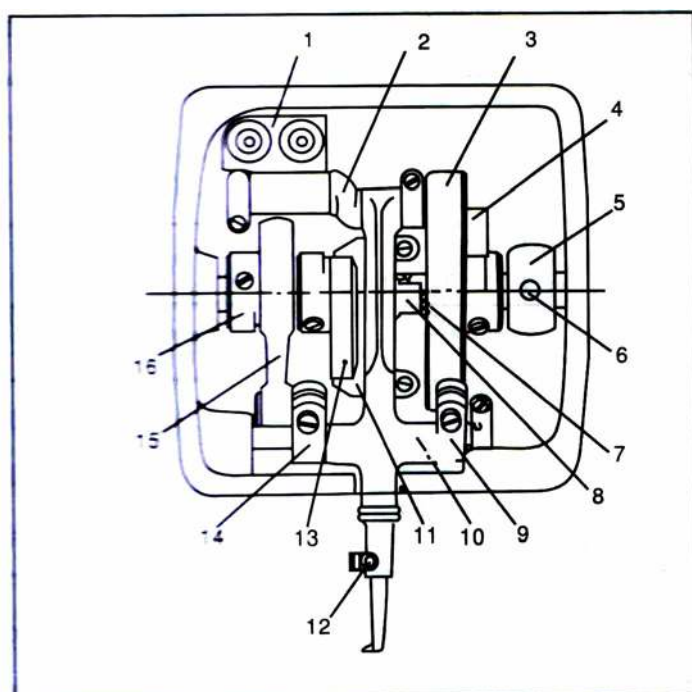
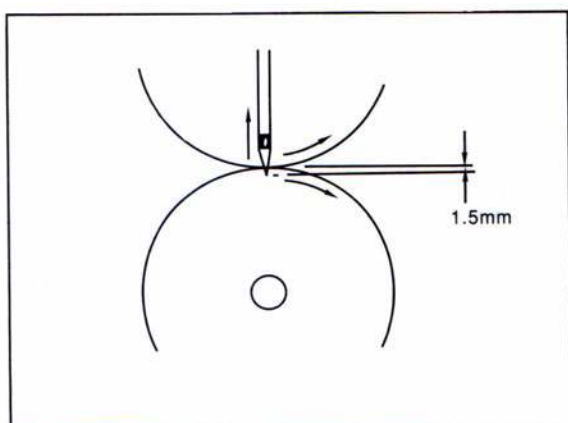
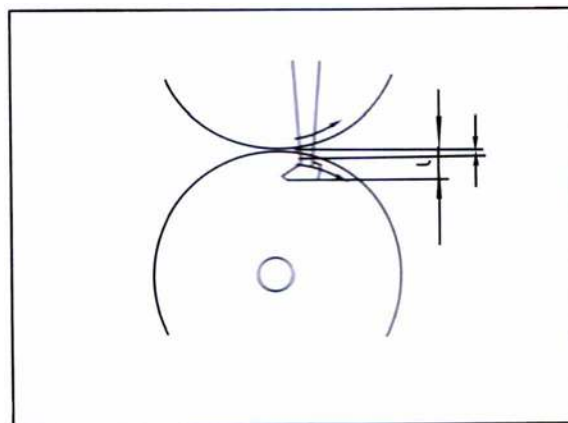
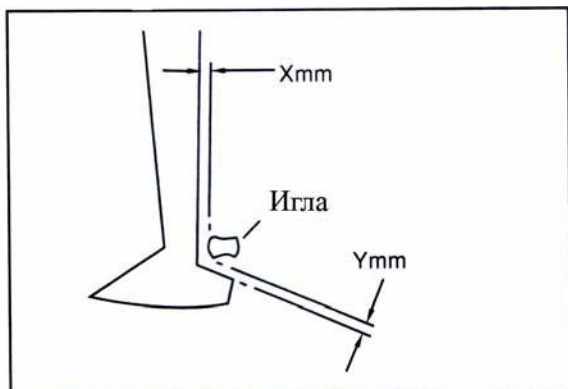

Рис. 5
Рис. 10
Рис. 11
Рис. 12
Перед регулировкой должна быть осуществлена синхронизация, грубая установка кулачка и эксцентрик. Прежде всего, поверните маховое колесо слева от машины, установите игловодитель в максимальную переднюю позицию, затем откройте крышку, осуществите грубую установку кулачка и эксцентрик в соответствии с рис. 5.
В момент, когда игловодитель возвращается, острие иглы должно выступать перед краем заднего ролика на расстояние 1,5 мм, см. рис. 10. Если требуется регулировка, то нужно ослабить крепежный вид эксцентрика на главном вале (рис. 5) и крутить эксцентрик до тех пор, пока не установите необходимую синхронизацию, затем затяните винт эксцентрик.
Когда петлитель находится в крайнем переднем положении, зазор (t) между острием^{+0.3} петлителя и краем заднего диска должен быть: для 4-4, $t=6$ мм; для 4-5, $t=6.5$ ^{+0.3} мм; для 4-6, $t=7.5$ ^{+0.3} мм. При необходимости ослабьте винты (рис. 5), переместите петлитель внутрь или наружу и снова затяните винт (рис. 11).
1) Между петлителем и иглой должен быть зазор согласно (рис. 12) и таблицы, когда игла находится в крайнем заднем положении. Если необходима регулировка, ослабьте винт держателя петлителя (рис. 5), поверните петлитель (без перемещения наружу или внутрь, чтобы сохранить зазор между острием петлителя и краем заднего ролика).